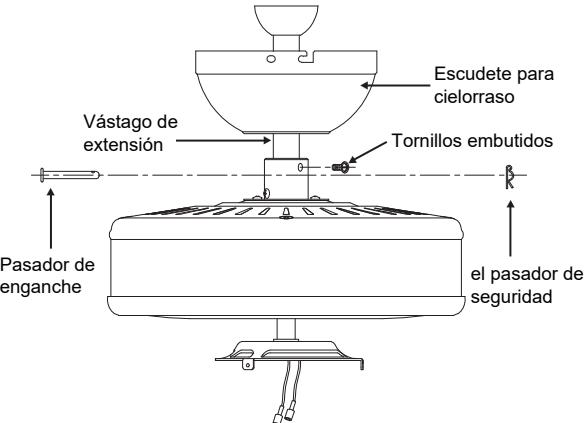

Fig. 6
**Paso 4.** Enrute los cables que salen de la parte superior del motor del ventilador a través del escudete y luego a través de la bola/vástago de extensión (**Fig. 6**)
**Paso 5.** Alinee los orificios en la parte inferior del vástago de extensión con los orificios de la virola en la parte superior de la caja del motor (**Fig. 6**). Inserte con cuidado el pasador de enganche a través de los orificios de la virola y el vástago de extensión. Es importante no forzar el pasador contra el cableado ubicado dentro del vástago de extensión. Inserte el pasador de seguridad a través del orificio cerca del extremo del pasador de enganche hasta que quede trabado en posición cerrada, tal como se indica en el círculo insertado de la **Fig. 6**.
**Paso 6.** Ajuste firmemente los dos tornillos embutidos del motor del ventilador (**Fig. 6**).